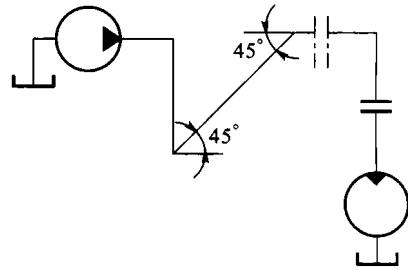

图 1.5
**例 5** 某液压系统由泵至马达的管路如图 1.5 所示。已知管径  $d = 16 \text{ mm}$ , 管路总长  $L = 4 \text{ m}$ , 油液密度  $\rho = 900 \text{ kg/m}^3$ , 油液粘度  $= 18.7 \times 10^{-2} \text{ cm}^2/\text{s}$ , 流速  $= 2 \text{ m/s}$ , 在  $45^\circ$  弯头处  $\xi_1 = 0.3$ , 在  $90^\circ$  弯头处  $\xi_2 = 1.0$ , 在  $135^\circ$  处  $\xi_3 = 2.0$ , 若管道水平放置, 试求由泵至马达的全部压力损失。